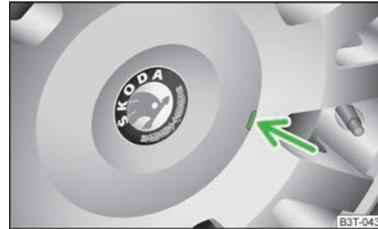

Abb. 168
- Vorsichtig die Radzierkappe mithilfe des Drahtbügels aus dem Bordwerkzeug abbauen » Abb. 168.